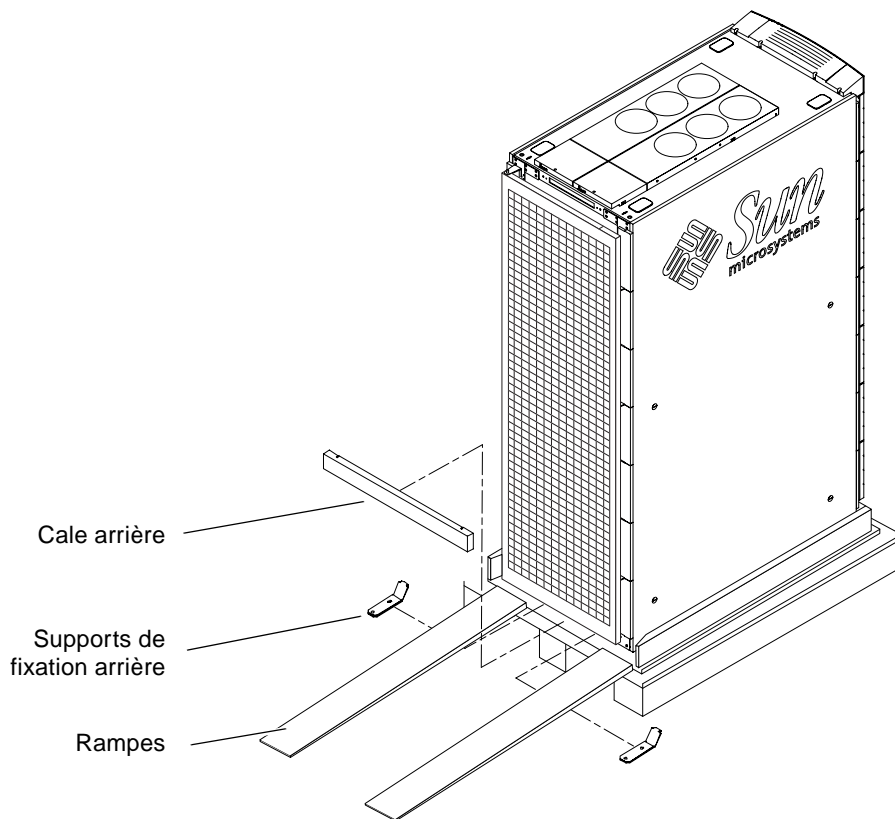

FIGURE 2-4 Retrait des supports de fixation arrière et de la cale arrière et positionnement des rampes
4. Retirez la cale arrière (FIGURE 2-4).